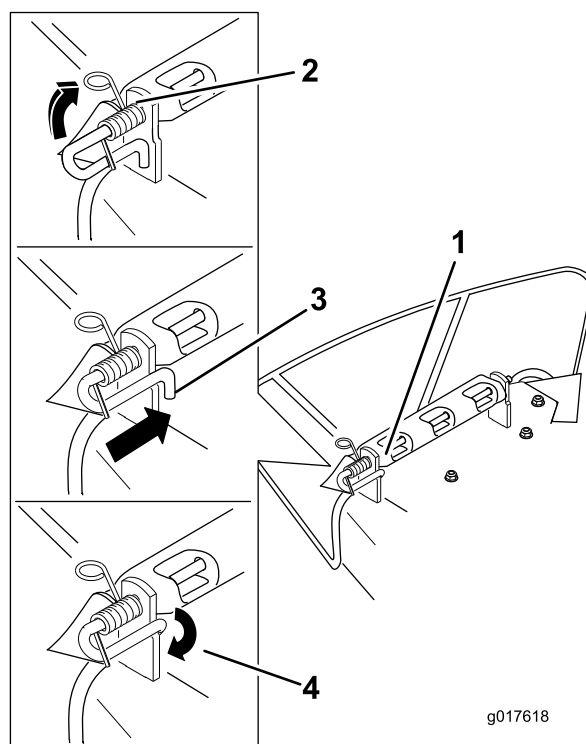

Figure 66
- Positionnez le nouveau déflecteur d'éjection en plaçant les extrémités du support entre les supports soudés du tablier, comme montré à la Figure 66.
- Soulevez le côté avec la boucle du ressort et placez-le dans le cran du support de déflecteur (Figure 66).
- Fixez l'ensemble tige et ressort en le tournant de sorte à pouvoir placer l'extrémité courte de la tige derrière le support avant soudé au tablier de coupe (Figure 66).